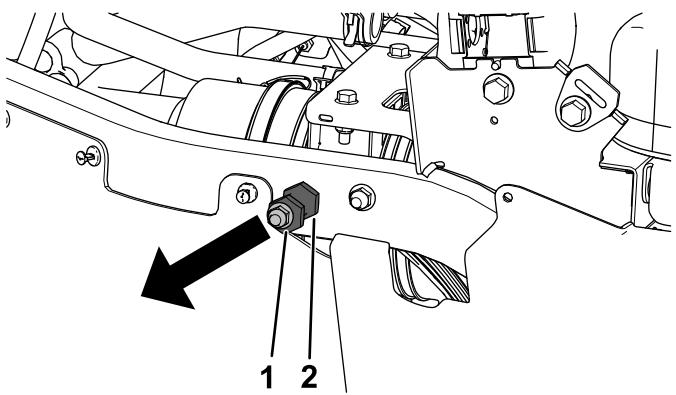

図 11
4. 左右の後フォレームチューブについているロックナット3/8"とラッチピンを外す図 11。